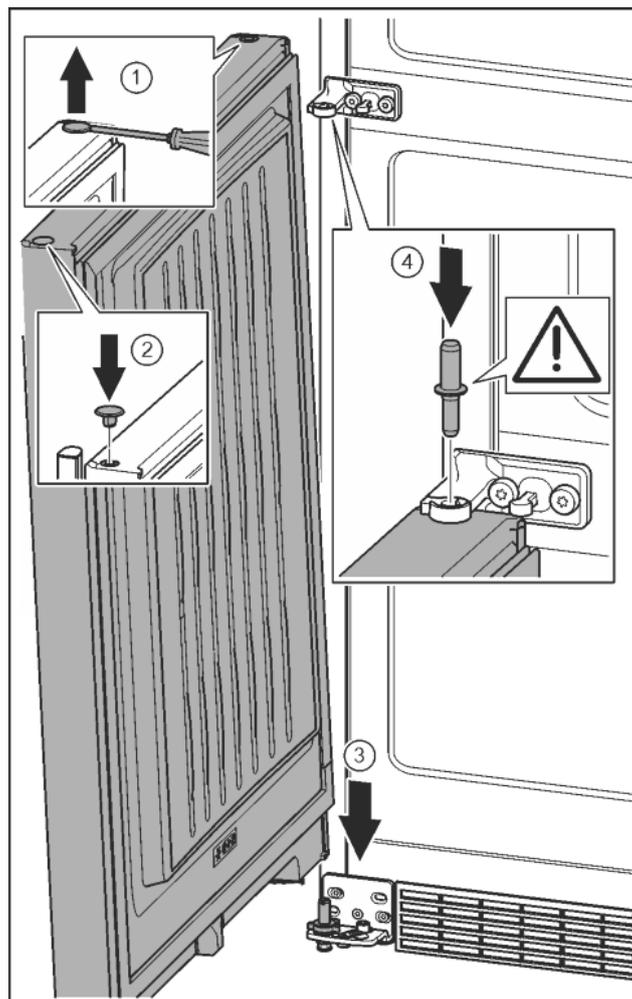

Fig. 22
- ▶ Plochým skrutkovačom opatrne nadvihnite a vyberte zátku. Fig. 22 (1)
- ▶ Zátku opäť nasadte na druhú stranu dverí. Fig. 22 (2)
- ▶ Dvere nasadte zhora na dolný ložiskový čap. Fig. 22 (3)
- ▶ Ložiskový čap v strede nasadte cez ložiskovú konzolu v strede do dolných dverí. Dbajte pritom na to, aby zárez dorazu ukazoval smerom dozadu. Fig. 22 (4)